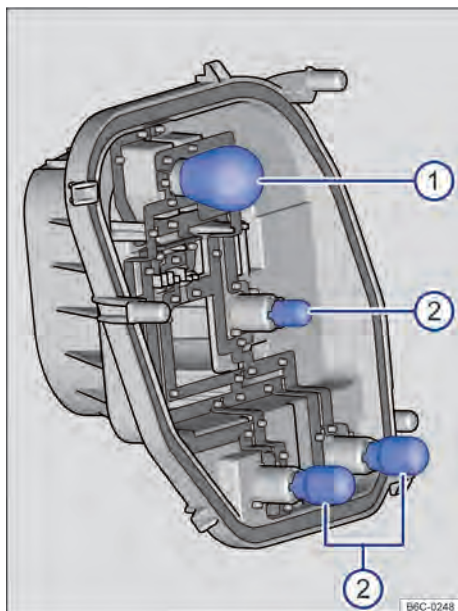

Fig. 169 Lanterna traseira: remover as lâmpadas
- ⑩ Remover o suporte das lâmpadas cuidadosamente. ▶
- 11 Para remover as lâmpadas incandescentes queimadas: → Fig. 169 ① pressionar a lâmpada contra o alojamento e girar no sentido anti-horário. ② puxar a lâmpada no sentido contrário ao alojamento.
- 13 Para inserir as novas lâmpadas no suporte das lâmpadas, introduza a nova lâmpada no respectivo alojamento: → Fig. 169 ① pressionar a lâmpada e girar no sentido horário até o batente. ② pressionar a lâmpada no sentido do alojamento até o batente.